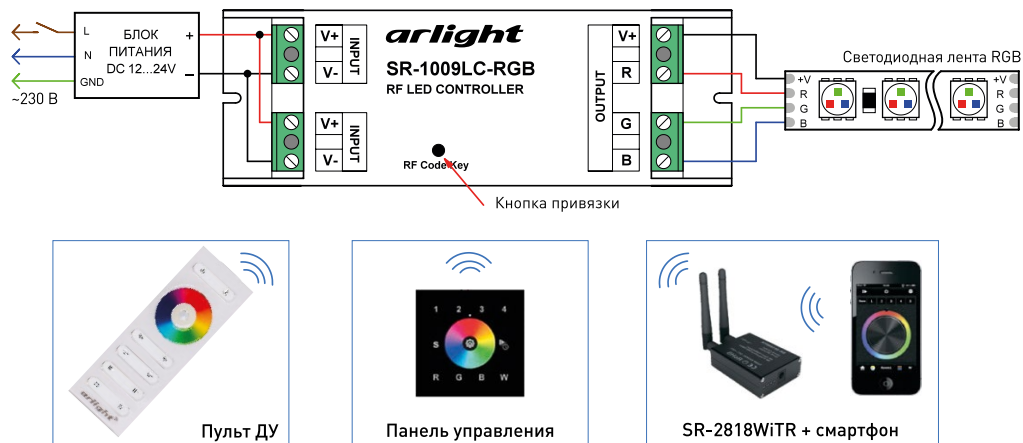

Рис. 2. Схема подключения оборудования на примере контроллера SR-1009LC-RGB.
- 3.4. Подключите контроллеры и светодиодную ленту (см. инструкцию к используемому контроллеру). Пример подключения контроллеров приведен на Рис. 2.